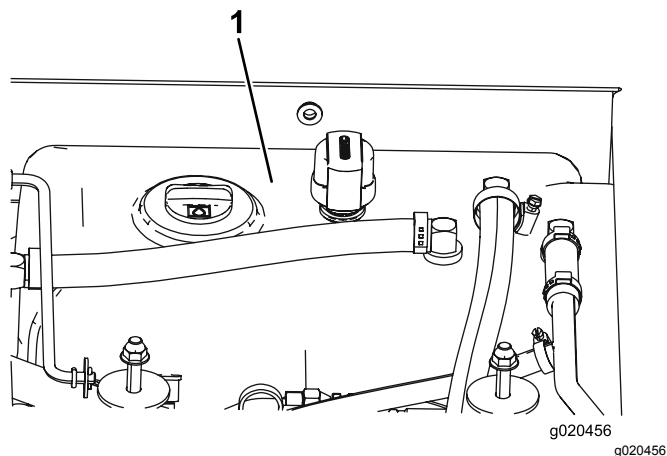

Figura 96
- Encha o reservatório (Figura 96) com fluido hidráulico; consulte Verificar o fluido hidráulico \(página 69\).